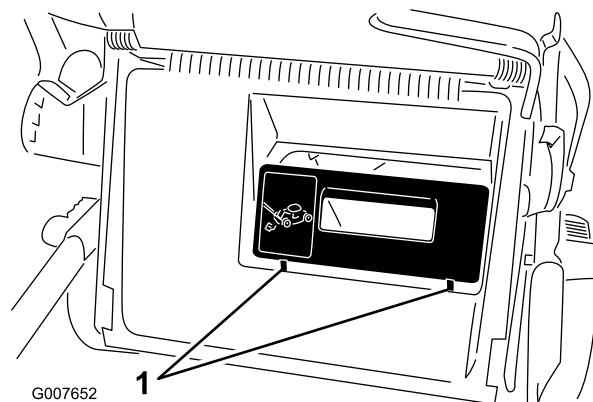
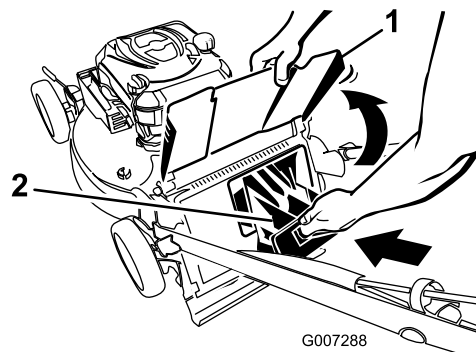

Figura 20
Figura 21
**Importante:** Asegúrese de que el tapón de descarga trasero está bien sujeto en su sitio. Levante el deflector de descarga y busque 2 pestañas en la parte delantera del tapón (Figura 20). Si no las ve, empuje con firmeza el tapón hacia adentro hasta que se coloque en su sitio con un clic (Figura 21).